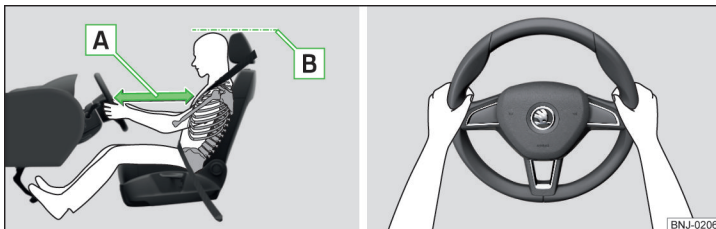

Fig. 14 Posición de asiento correcta del conductor / Posición correcta del volante
- ✓ Ajustar el volante de tal modo, que la distancia entre el volante y el estérnon sea, como mínimo, 25 cm » **fig. 14 - [A].**
- ✓ Ajustar el reposacabezas de tal modo que el borde superior del mismo se encuentre, a ser posible, a la misma altura que la parte superior de su cabeza (no es válido para los asientos con reposacabezas integrado) » **fig. 14 - [B].**
- Durante la conducción, sujete el volante con ambas manos por el borde exterior de los lados en las posiciones de las "9" y "3" horas » **fig. 14.** No sujete nunca el volante en la posición de las "12 horas" o de cualquier otro modo (p. ej., en el centro, en el borde interior del volante, etc.). De lo contrario puede generarse lesiones graves en los brazos, manos y la cabeza cuando se activa el airbag.
- ✓ Ajustar el reposacabezas de tal modo, que el borde superior del mismo se encuentre dentro de lo posible a la misma altura que la parte superior de su cabeza » fig. 14 de la pág. 19 - **B** (no es válido para asientos con reposacabezas integrados).
- ✓ Ajustar los reposacabezas de tal modo, que el borde superior de los mismos se encuentren, de ser posible, a la misma altura que la parte superior de la cabeza » fig. 14 de la pág. 19 - .